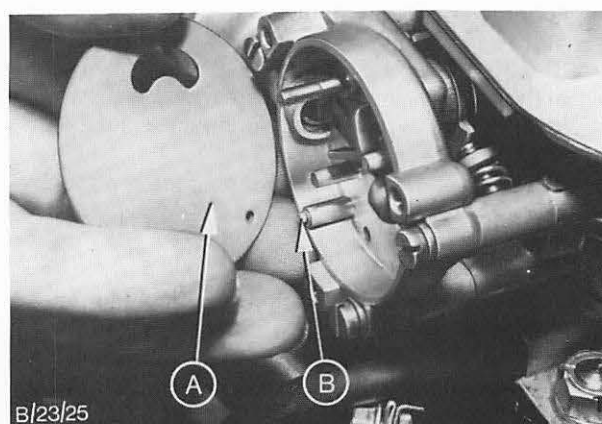

Abb. 126 Anbringung der Abschirmscheibe
9. Abschirmscheibe ansetzen, dabei Bohrung der Scheibe über den Führungsstift am Startautomatik-Gehäuse aufsetzen. Abb. 126.